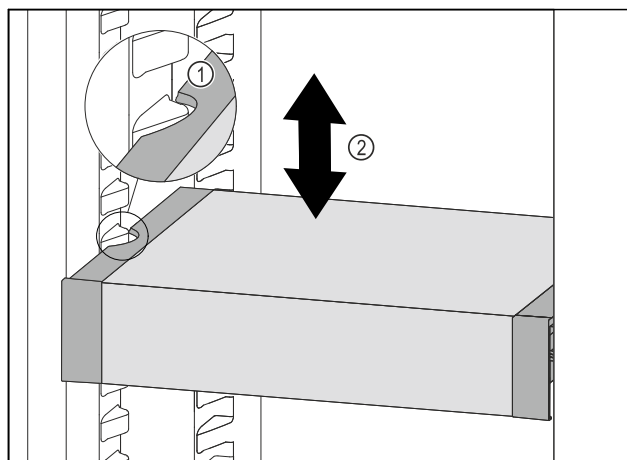

Fig. 136
- Traukite VarioSafe į priekį, kol šoninės VarioSafe angos bus talpyklos briaunos aukštyje šaldytuvo skyriuje. Fig. 136 (1)
- Judinkite VarioSafe šaldytuvo skyriuje į viršų arba žemyn, kol bus pasiektas norimas aukštis. Fig. 136 (2)